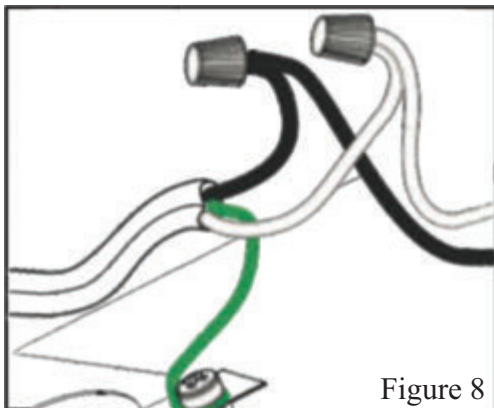

Figure 8
4. Connectez la hotte à une prise de courant désignée standard (120-Volt, 60Hz, AC seulement) ou coupez la prise et connectez les trois fils (noir, blanc et vert) pour abriter les fils et marettes avec les connecteurs de fils. Connectez selon les couleurs (c.-à-d. noir à noir, blanc à blanc et vert à vert) comme montrées dans la Figure 8.